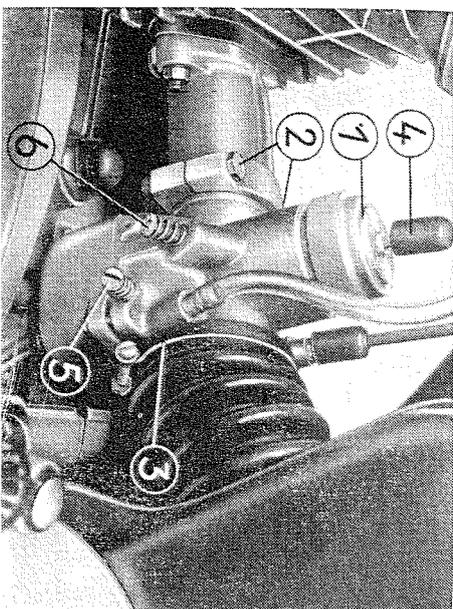

Fig. 19. Déposer le carburateur 30 N 2-3 (T/S 250 1)
**Nota important:** Sur le carburateur du type 30 N 2-4 de la TS 250/1, montré par la fig. 19, le régime de ralenti ne se règle pas en agissant sur la vis de réglage